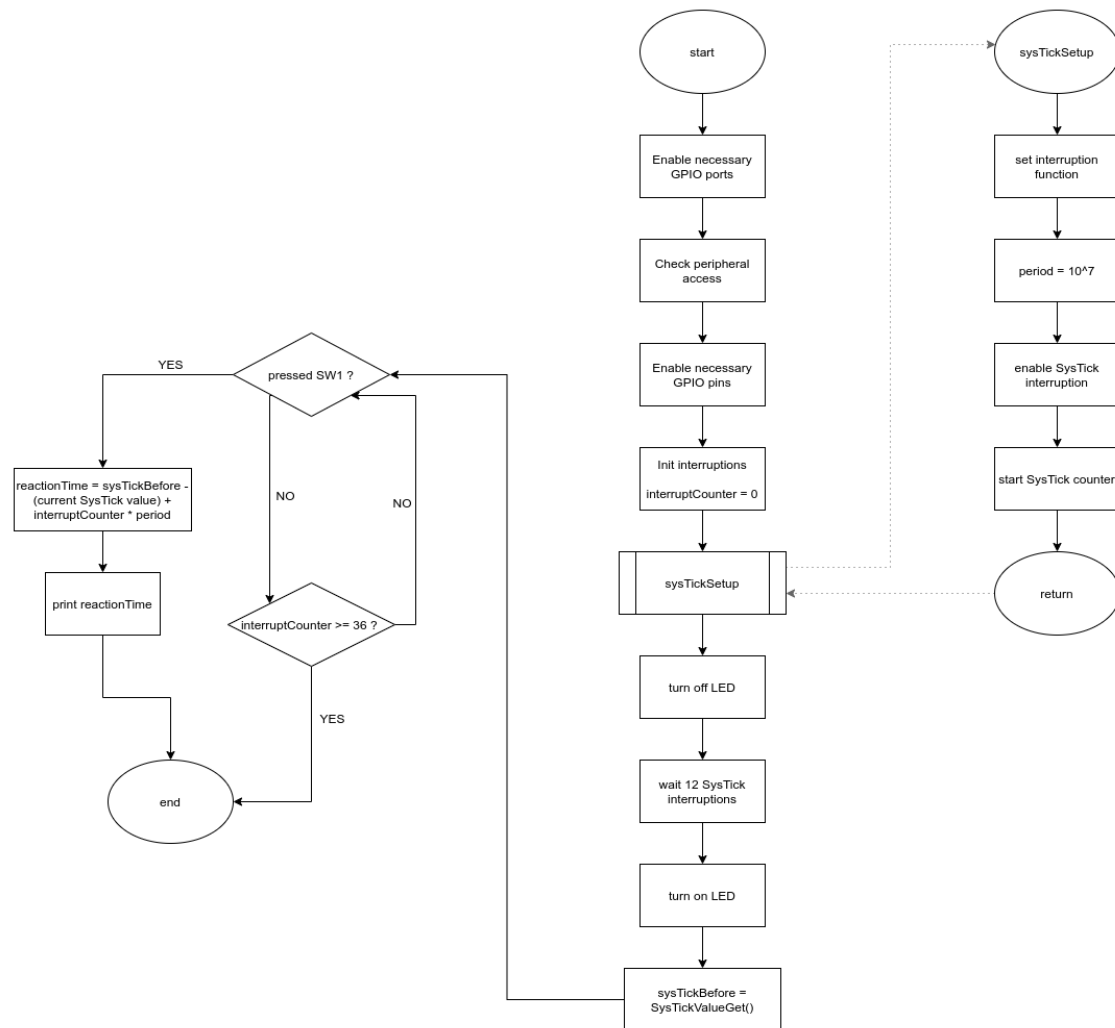

Figura 1: Projeto da solução
- O final do *flowchart* da Figura 1 apresenta um *loop* até o *interruptCounter*
Em seguida, a codificação foi feita baseando-se no *flowchart* da Figura 1, que não foi tão problemática, pois a modelagem inicial permite um olhar mais assertivo nas abordagens. Após depuração e testes com a placa da Tiva conectada, foi possível chegar no resultado final desejado: um jogo de tempo de reação entre um LED acender e um usuário clicar em um botão.